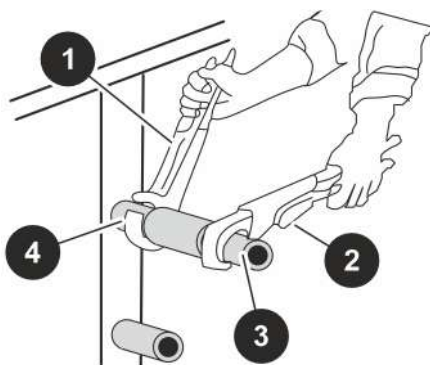

Fig. 56: Conexión de tubos
Sujete el tubo de empalme (Fig. 56/4) en las conexiones del calentador de aire y del enfriador por aire con unas tenazas para tubos (Fig. 56/1).
6. ➤ Conecte el tubo (Fig. 56/3) con la ayuda de unas segundas tenazas para tubos (Fig. 56/2) en el tubo de empalme (Fig. 56/4) con las conexiones del calentador de aire y del enfriador por aire. Durante la conexión preste atención a que el tubo de empalmen no se dé la vuelta.